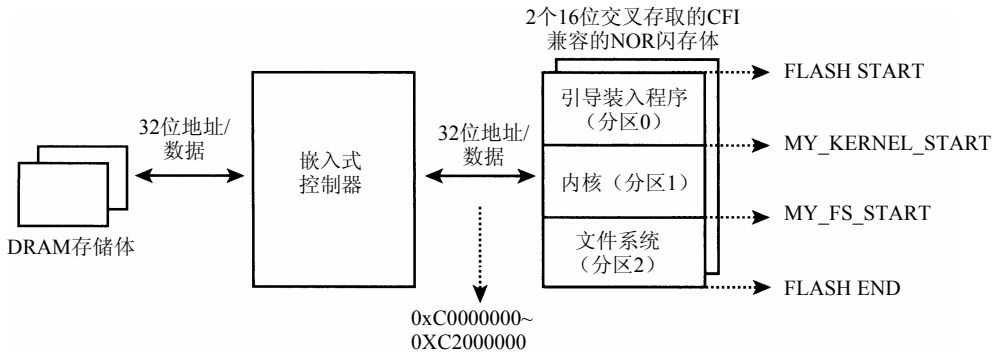

图17-2 示例Linux手持设备上的闪存
考虑一个图17-2所示的Linux手持设备。其中的闪存大小为32MB，并被映射到处理器的地址空间0xC0000000。它包括3个分区，分别用于引导装入程序、内核和根文件系统。引导装入程序（Bootloader）分区从闪存的顶部开始，内核分区从偏移MY_KERNEL_START处开始，根文件系统从偏移MY_FS_START^③处开始。引导装入程序和内核放在只读分区以防被破坏，而文件系统分区是可读写的。
我们先创建闪存映射，然后开始驱动程序初始化。映射驱动程序必须将图中的闪存布局转变成mtd_partition结构体。代码清单17-1包含了与图17-2对应的mtd_partition定义。注意mask_flags字段标识是否允许写，MTD_WRITEABLE表示一个只读分区。
flash in Figure 17.2 */